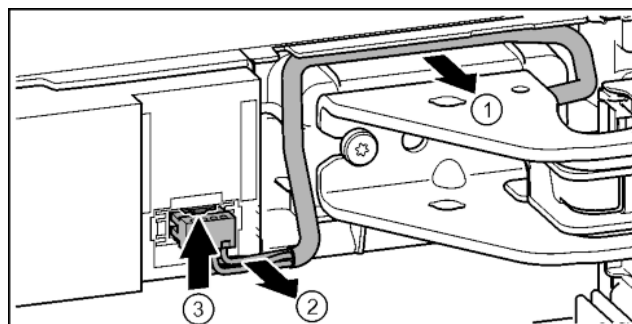

Fig. 18
▶ Осторожно освободить кабель над опорным кронштейном из направляющей. Fig. 18 (1)
▶ Аккуратно вытянуть жилы кабеля из канала. Fig. 18 (2)
▶ Прижать соединительную накладку вверх и осторожно вынуть штекер. Fig. 18 (3)